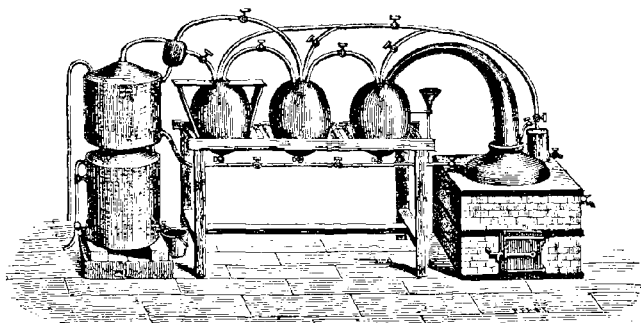

Fig. 8.
2. Adam construisit alors un appareil distillatoire pour lequel il prit un brevet d'invention, le 20 mai 1801. Cet appareil (fig. 8)